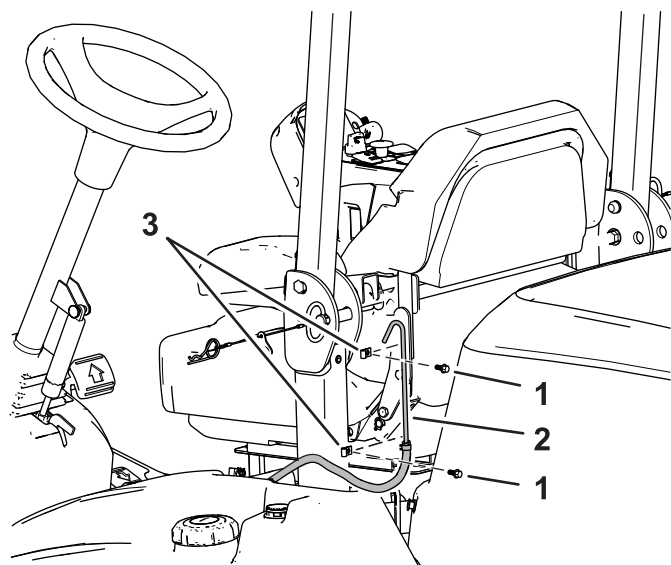

Figure 6
9. Sur l'arceau de sécurité, retirez les colliers en R qui fixent les tubes d'évent (**Figure 6**).
11. Reposez les colliers en R sur l'arceau de sécurité sans les tubes d'évent (**Figure 6**).